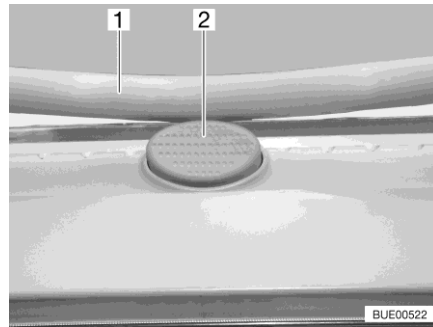

Bild 21 Sicherungsknopf (Heki-Dachhaube)
- Den Sicherungsknopf (Bild 21,2) drücken und den Bügel (Bild 21,1) mit beiden Händen nach unten ziehen.
- Den Bügel mit beiden Händen nach oben drücken, bis der Bügel oberhalb des Sicherungsknopfes (Bild 21,2) liegt.